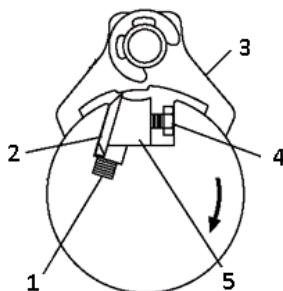

Рис.3 Замена ножей
8.7.4. Полностью вкрутить шестигранные винты-4 прижимных планок-5 строгальных ножей-2, см.рис.3